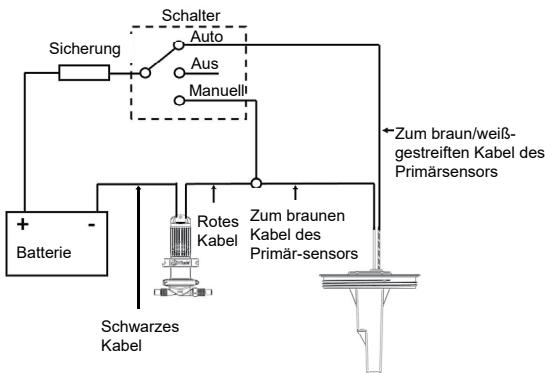

Abbildung 8A Anschlusschema - für Modelle mit einem Sensor
- **WARNUNG:** Die Installation **muss** von einem qualifizierten Elektriker ausgeführt werden. Bei unsachgemäßer Verkabelung kann ein Feuer mit Verletzungs- oder Todesfolge entstehen. Die Verkabelungsvorschläge (Abbildung 8A und Abbildung 8B) dienen lediglich als Leitfaden, und die Verkabelung **muss** den anwendbaren elektrischen Normen entsprechen. Es **müssen** ausreichend dimensionierte Sicherungen oder Trennschalter installiert werden.
**Schritt 4: Verkabelung:** Siehe Abbildung 8A oder Abbildung 8B.